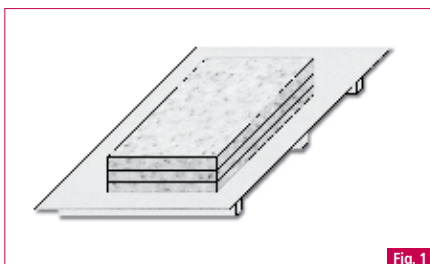

Fig. 1
- 5.1** Le lastre di HI-MACS® dovrebbero essere conservate distese su una superficie piana e coperte con un pannello di copertura. **Fig. 1.**
- difetto di lunghezza. Se il difetto è superiore a 1,5 mm/metro (Fig. 1), contattate il vostro fornitore HI-MACS[®] affinché ispezioni il prodotto ed eventualmente provveda alla sua sostituzione.